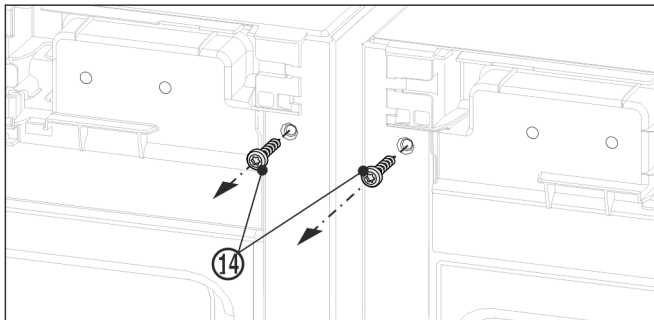

Fig. 11
- ▶ Keerake enne ülemise nurgiku montaaži mõlemad maanduspoldid Fig. 11 (14) välja.